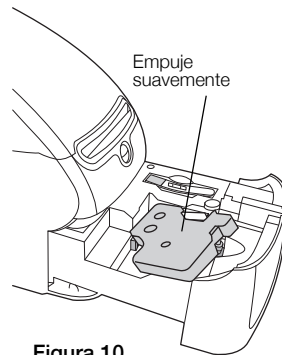

Figura 10
- 3 Introduzca el cartucho y presiónelo firmemente hasta que quede bien encajado. Asegúrese de que la etiqueta y la cinta estén bien colocadas. Consulte la Figura 10.